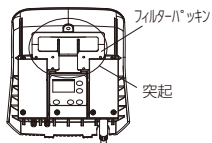

図5
- ⑦フィルターを取り付け、フィルターパッキンが正しく装着されているか確認してください。フィルターパッキンが外れた時は、フィルターパッキンの8つの穴をフィルターカバーの突起に取り付けてください。(図5)
- ⑧フィルターカバーを装着します。